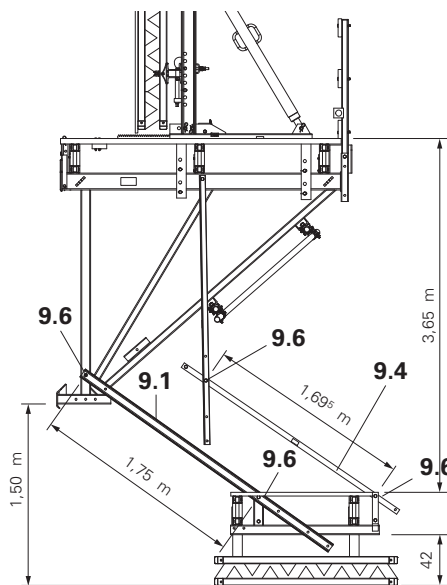

Fig. B1.28.1
4. Aparafusar a prolongação 225 (9.1) à extensão 180 (9.2) e fixar em ângulo com parafuso (9.6) à consola e plataforma de recuperação. (Fig. B1.26) Dependendo da altura de betonagem, utilizar o buraco de baixo ou de cima, ver Fig. B1.28.1 – B1.28.4.
5. Fixar o guarda-corpos 190 (9.4) ou guarda-corpos 370 (9.5) ao guarda-corpos 200 (9.3) em ângulo com parafuso (9.6). Dependendo da altura de betonagem, utilizar a furação de baixo ou de cima, ver Fig. B1.28.1 – B1.28.4. Montar o contraventamento (6.3/7.3).
(Fig. B1.28.1)